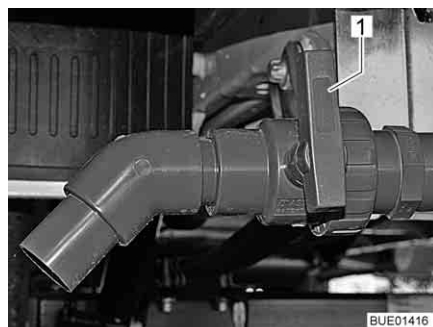

Fig. 234 Robinet de vidange
- Tourner la poignée (Fig. 234,1) du robinet de vidange dans le sens de l'écoulement.